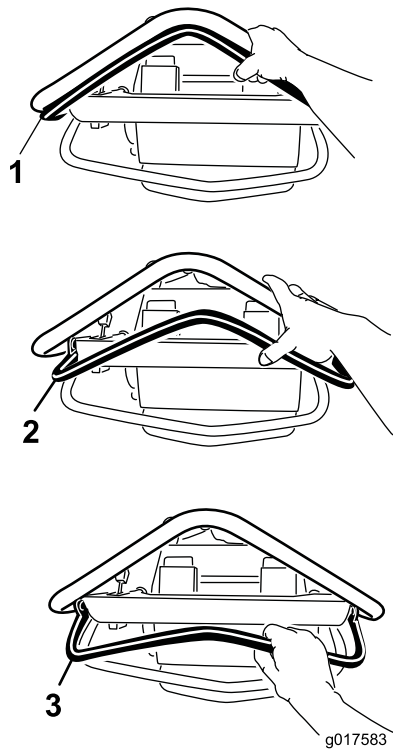

Figura 11
- Para desplazarse hacia adelante, presione la palanca de control hacia adelante (Figura 11). Cuanto más mueva la palanca hacia adelante, más rápidamente se desplazará la máquina.
- Para desplazarse hacia atrás, tire hacia atrás de la palanca de control (Figura 11). Cuanto más mueva la palanca hacia adelante, más rápidamente se desplazará la máquina.
- Para detenerse, suelte la palanca de control (Figura 11).